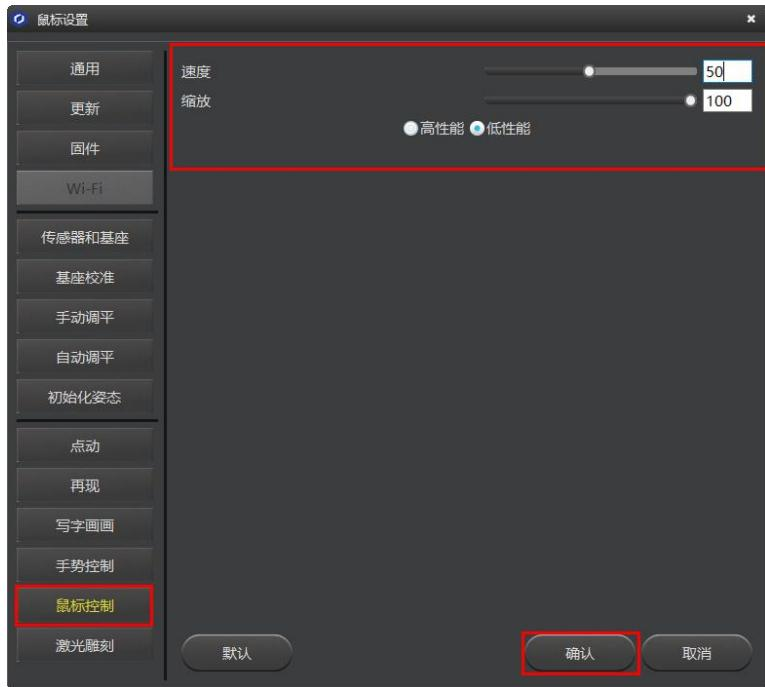

图 5.110 设置鼠标控制参数
**步骤 4** 单击“鼠标控制”。如图 5.110 所示。